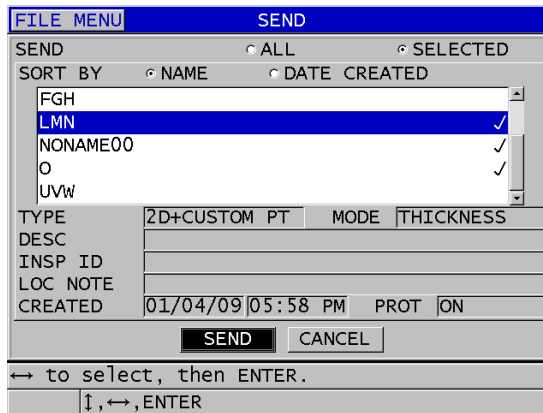

Figura 14-6 Selecionar arquivo para envio
4. Na tela **ENVIAR** (veja Figura 14-6 na página 284):